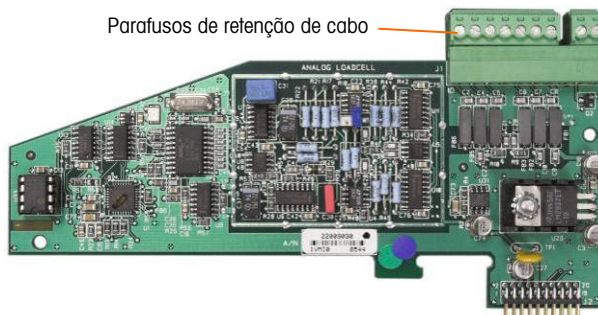
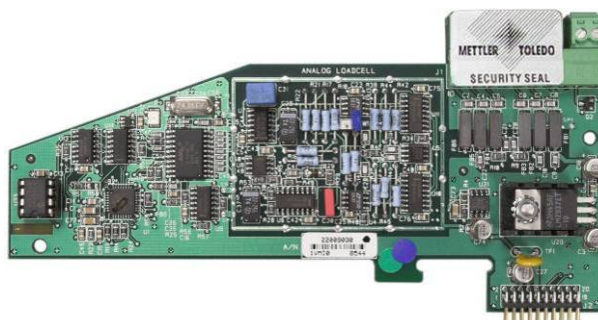

Figura 2-114: Conexão de placa de opção desprotegida
Figura 2-115: Vedação de segurança instalada
3. Para proteger os cabos que interconectam as células de carga (conectada às placas de opção), um lacre de segurança deve ser colocado sobre os conectores para garantir que eles não sejam removidos ou desconectados. O lacre também impede acesso aos parafusos de fixação de cabos indicados na Figura 2-114. A Figura 2-115 mostra um lacre posicionado.